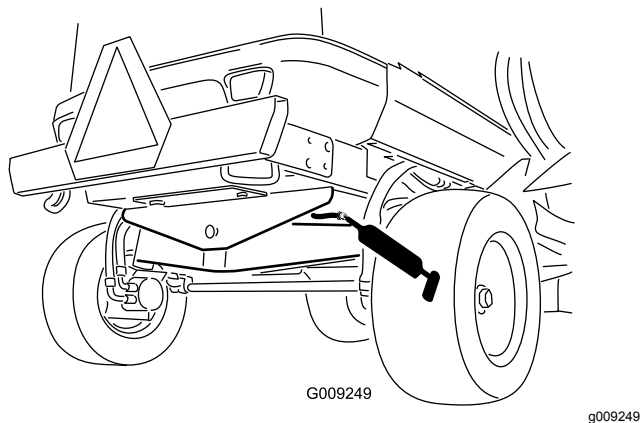

Figura 82
- 1 casquilho da articulação do eixo traseira (Figura 82)